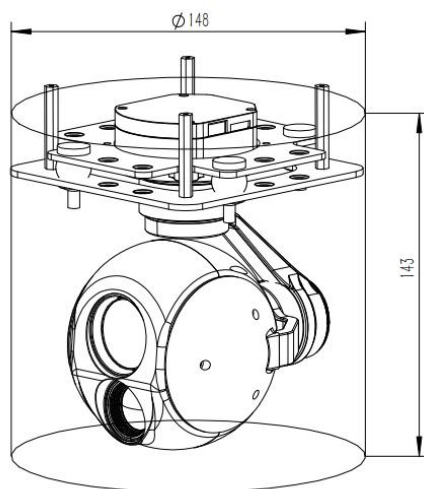

图 1-1-1 双光一体云台结构
DIY10G619 是一款集成 10 倍光学变焦相机、 640×512 热成像模块、高精度专业三轴增稳吊舱的变焦双光一体系统,采用网络 IP 输出,IP 控制,云台采用高精度编码器 FOC 控制方案,具有稳定性高、体积小、重量轻、功耗低的特点;可见光相机采用有效像素 200 万的宽动态 SENSOR;热成像采用 640×512 分辨率氧化钒探测器。系统支持网络 RTSP 画中画码流输出,支持多种画中画模式,多种伪彩显示,支持全局测温功能。串口^②与网络均可对相机及云台进行控制,支持本地 TF 双路录像拍照。此款的热成像镜头焦距为 19mm。云台结构如图 1-1-1 所示: